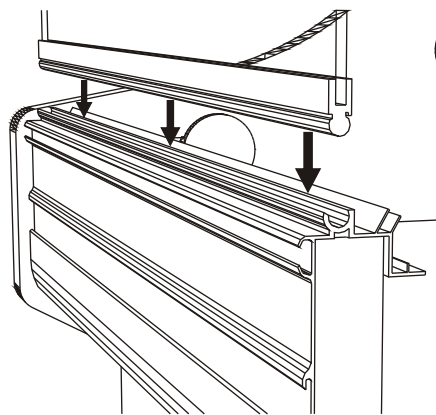

Fig.3
5. inclinant la glace (glaces) frontale avec la glissière, l'introduire dans la charnière inférieure (fig.3),